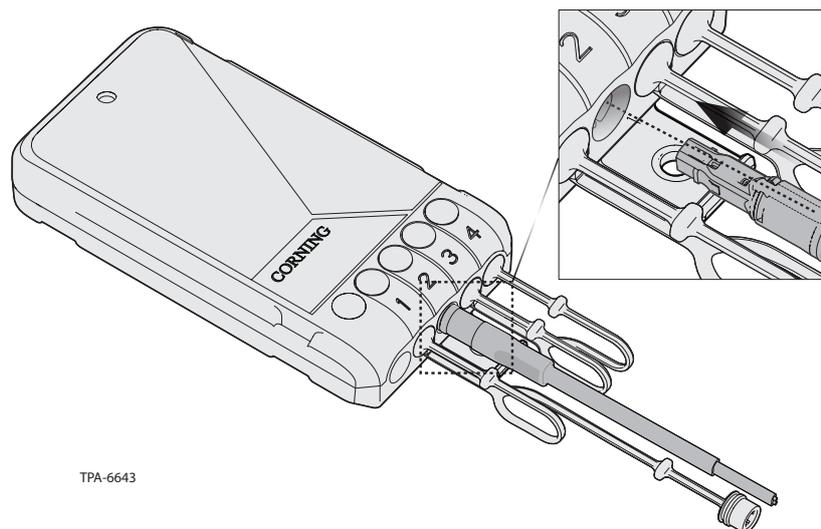

Figure 24
Étape 2 : aligner l'encoche en haut du connecteur avec le bouton du port sur le terminal (Figure 24).